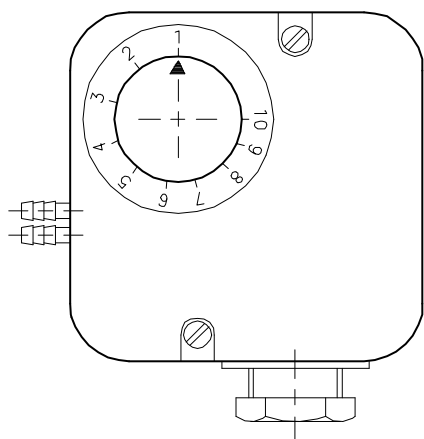

Рис. 24
- Установите реле давления воздуха на начало шкалы (Рис. 24).
Настройка реле давления воздуха выполняется после всех остальных регулировок горелки, во время которых реле давления воздуха установлено на начало шкалы (Рис. 24).